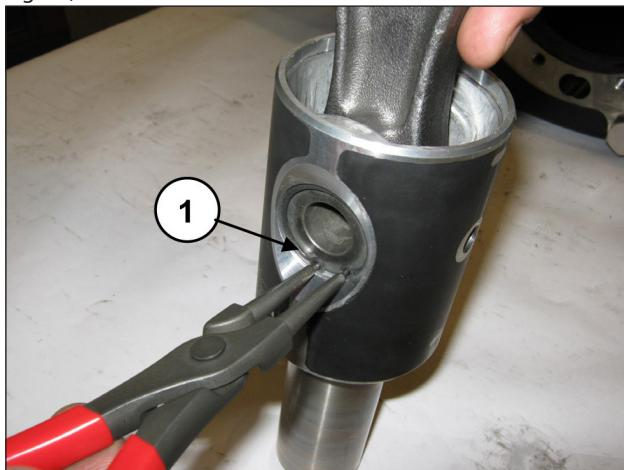

Fig. 39
Rimuovere i due anelli seeger di bloccaggio spinotto (pos. ①, Fig. 39).